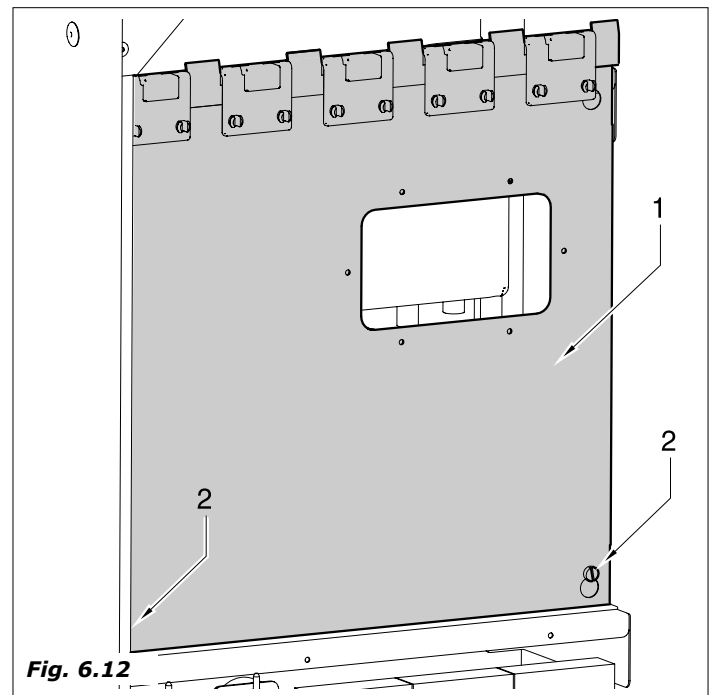

Fig. 6.12
- Para obtener un buen enjuague de las copitas, actúen eventualmente en el tornillo de capacidad volumétrica, controlando luego la atendibilidad de las dosis (fig. 6.12).